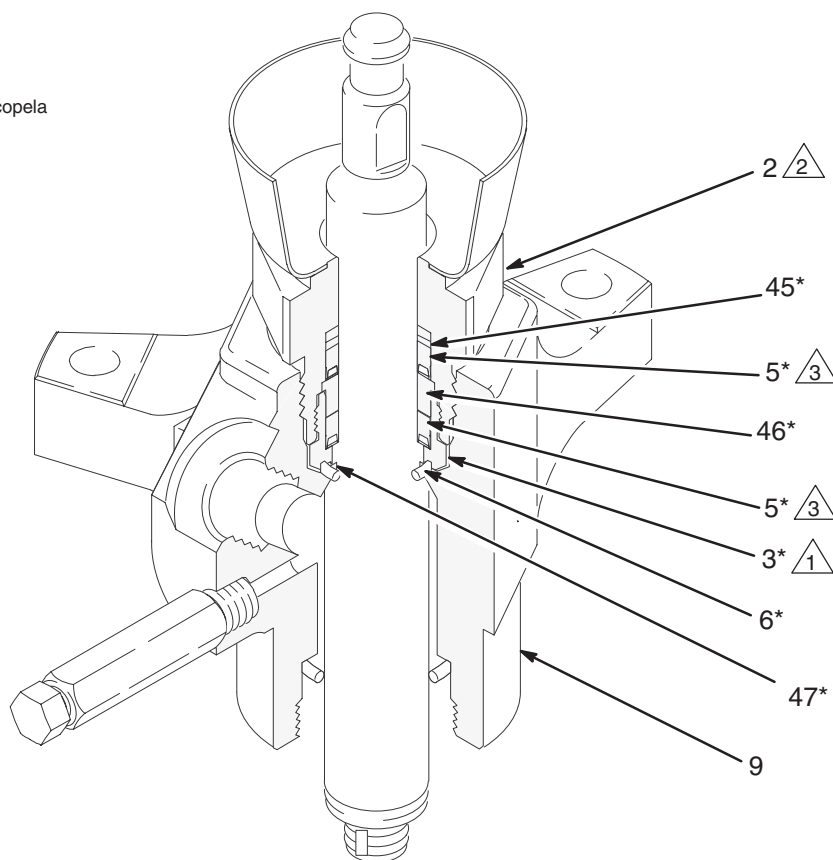

Fig. 3
2. Vea la Fig. 3. Desenrosque la tuerca prensaestopas (2) usando una llave de tubo. Retire la junta tórica (6) y la arandela (47) por la parte inferior del alojamiento prensaestopas (3) o desde el alojamiento de salida (9).
3. Coloque las partes planas de la tuerca prensaestopas (2) en un torno de banco. Desenrosque el alojamiento prensaestopas (3) y elimínelo con las empaquetaduras. Retire de la tuerca prensaestopas la arandela (46), la junta (5), y la arandela de seguridad (45).
4. El kit de reparación del cuello está prearmado. Enrosque el kit en la tuerca prensaestopas (2), asegurándose de que la arandela de seguridad (45*), la junta (5*), y la arandela (46*) están correctamente colocadas en la parte superior del alojamiento prensaestopas (3*), con los bordes de la junta dirigidos hacia abajo. Apriete el alojamiento prensaestopas (3*) a un par de 97–106 N.m. Vea la Fig. 3.
6. Enrosque la tuerca prensaestopas (2) en el alojamiento de salida (9). Apriete a un par de 190–217 N.m.
- 2 Empaquetaduras del cuello (vea la Fig. 3).